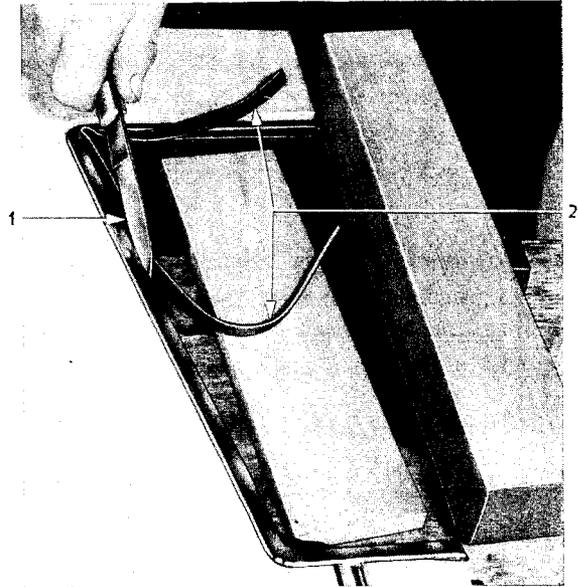

Bild 87 - Überstehende Gummifassung abschneiden (Eindrückvorrichtung in Hobelbank gespannt)
7. Überstehende Gummifassung entlang der Fensterleiste und an den beiden Enden abschneiden (Bild 87). Türdrehfenster aus Eindrückvorrichtung herausnehmen.